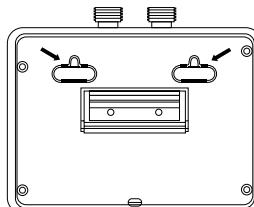

Рис. 3
- После установки шурупов навесьте на них водонагреватель. Места крепления указаны стрелками (рис. 3).
Установите два крепежных шурупа, вкручиваемые в дюбеля в стене, где будет установлен водонагреватель. Места крепления водонагревателя показаны на рис. 3 и 4. Шляпки шурупов должны выступать от стены на расстояние, необходимое для навески на них водонагревателя, чтобы обеспечить надежное крепление и прилегание к стене. Встроенные трубы прибора должны быть расположены вертикально. Трубы входа холодной воды (синий) и выхода горячей воды (красный) обозначены соответствующими цветами. При монтаже необходимо это учитывать и подсоединять арматуру в соответствии с оцветкой. После монтажа нагревателя все соединения следует проверить на герметичность.